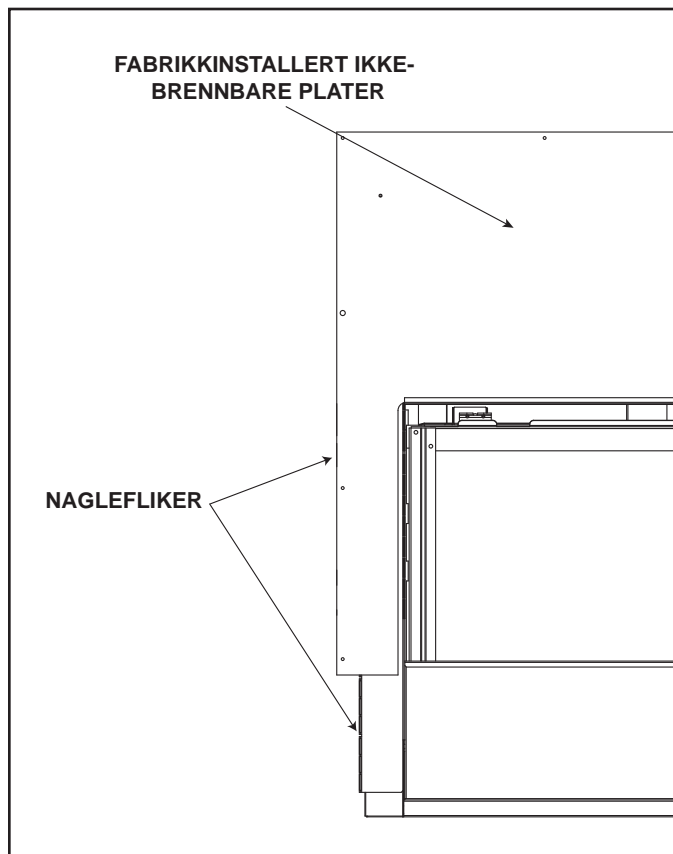

Fig. 13.1 Nagleflikers installasjonsstilling
1. Bøy de to nagleflikene vekk fra peisen med 10 grader både på venstre og høyre naglefliker. Ikke juster kolonnefestene. Se Fig. 13.1.